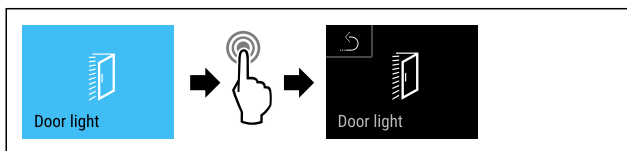

Fig. 72
- ▶ Eseguire i passaggi (vedere Fig. 72).